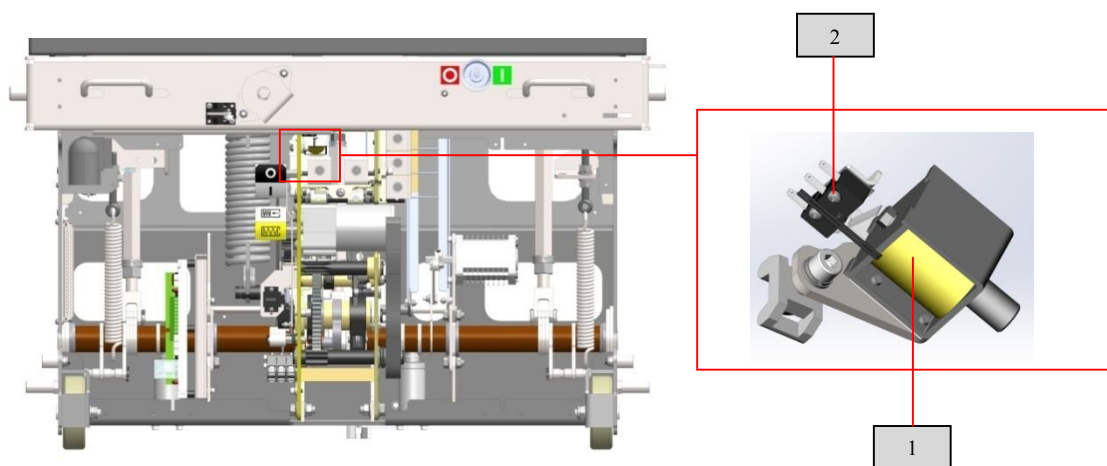

Рис. 6 Электромагнитная блокировка включения
Силовая пружина (1) удерживается во взведенном состоянии спусковым механизмом включения, который управляется электромагнитом включения (4) или кнопкой включения (6), или поворотом ключа оперирования рис. 6 установленного в гнездо (15). При подаче команды на включение спусковой механизм включения освобождает силовую пружину (1), которая переводит подвижные контакты ВДК во включенное положение, одновременно растягивая отключающие пружины привода (расположены снизу полюсов главной цепи) для подготовки привода к
осуществляется посредством винта (1) при помощи рукоятки оперирования выкатным элементом (рис. 6), которая устанавливается в гнездо (2).
1.4.1.5.6. Электромагнитная блокировка включения (рис.6) предназначена для блокировки кнопки "Включение" и соленоида включения. При отсутствии напряжения шток соленоида блокировки включения (1) блокирует кнопку " Включение", а микропереключатель (2) разрывает цепь включения выключателя.